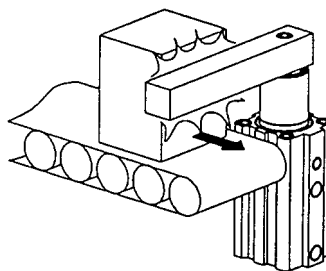

図4
- ②回転方向での仕事(クランプ・ストップ等)は、絶対に行わないでください。(図4)